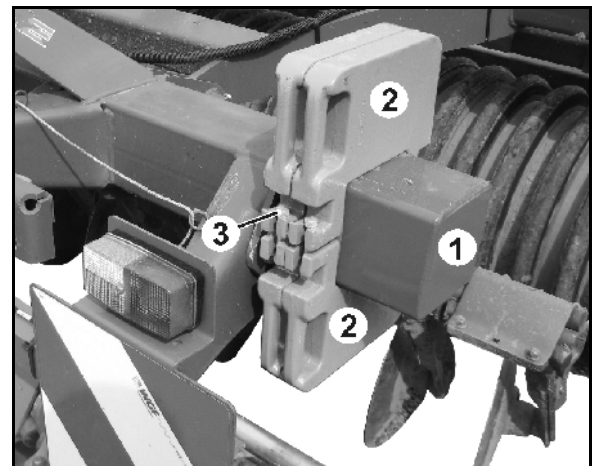

Fig. 16
1. Skru fast festerøret (Fig. 16/1) på utsiden av utliggeren.
2. Skru på to og to tilleggsvekter (Fig. 16/2) på festerøret (Fig. 16/3) og sikre dem.